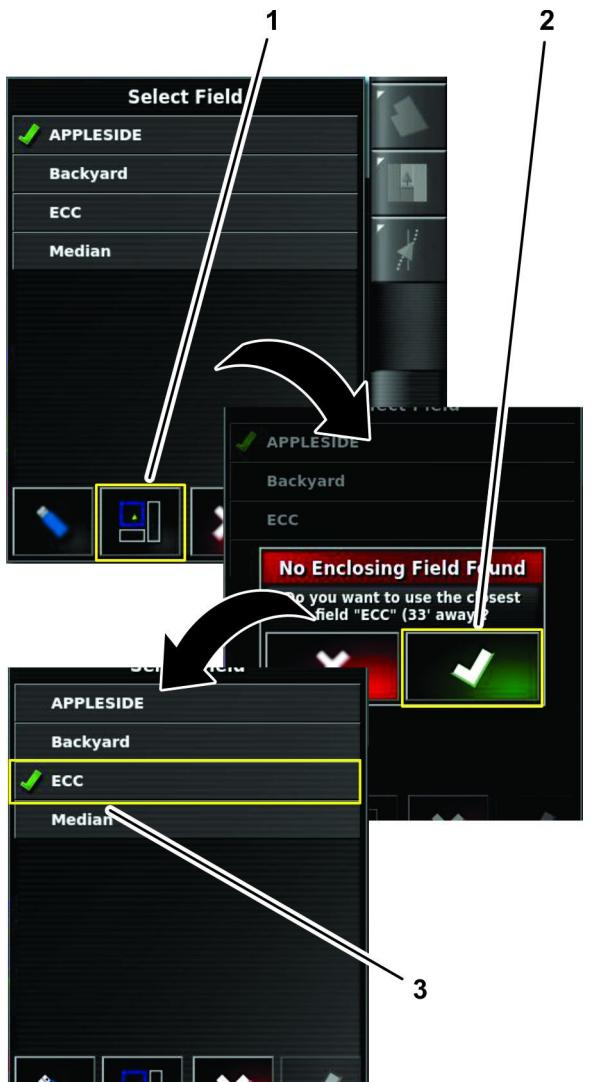

图 37
1. 在选择场地列表中按“最近的 GPS”场地边界图标图 37。
2. 按确认图标 图 37。